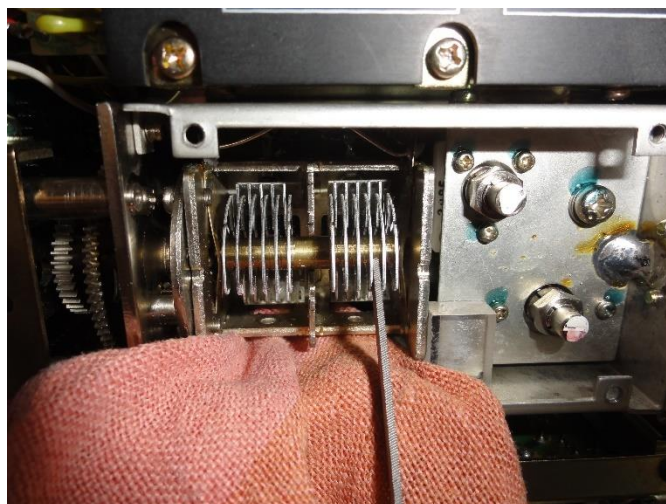

Abbildung 4
- Decken Sie den unteren Teil des Drehkondensators mit einem Tuch ab, um zu verhindern, dass Feilspäne ins Gerät gelangen. (siehe Abbildung 4).